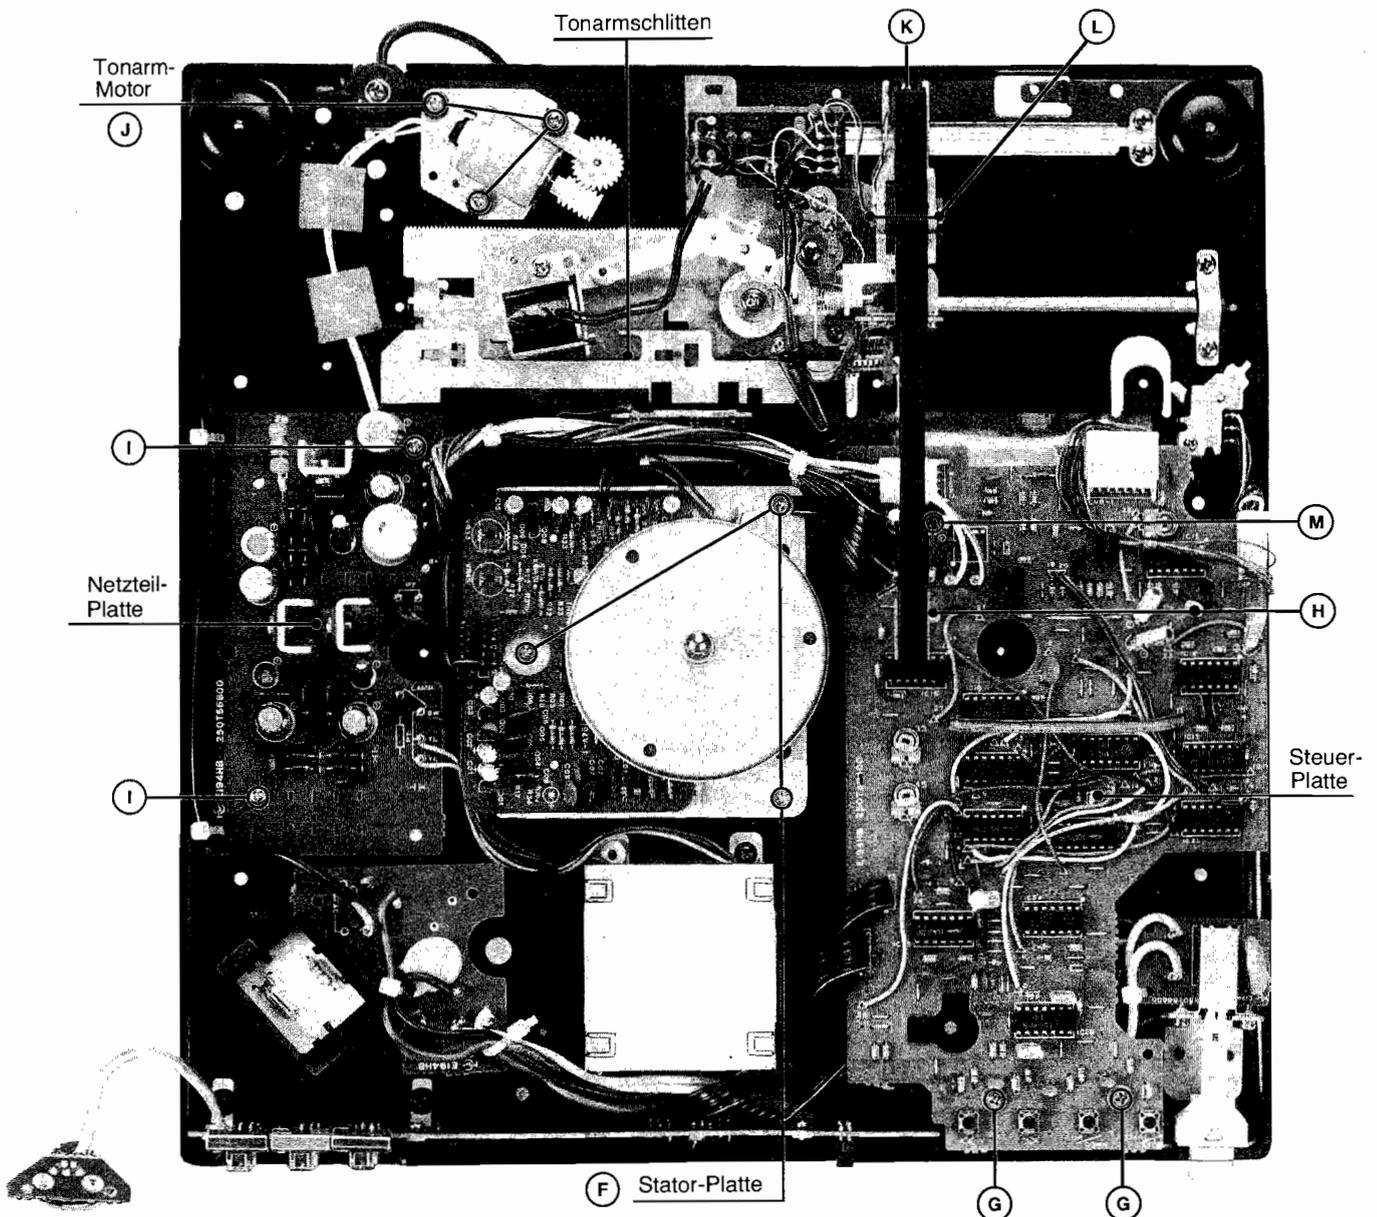

Abb. 2
**1.2 Ausbau der Stator-Platte (Abb. 2)**
**1.3 Ausbau der Steuer-Platte (Abb. 2)**
**1.4 Ausbau der Netzteil-Platte (Abb. 2)**
**1.5 Ausbau des Tonarm-Motors (Abb. 2)**
**1.6 Ausbau des Tonarmschlittens (Abb. 2)**
**1.7 Ausbau des Tonarmes (Abb. 2)**
**1.8 Ausbau des Tonarm-Trägers (Abb. 2)**